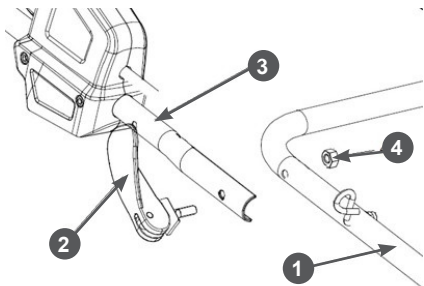

Рис. 5. Установка верхней части рукоятки
3. Установите верхнюю часть рабочей рукоятки 3 (Рис. 5). Совместите отверстия в верхней и нижней частях рабочей рукоятки, вставьте в отверстия эксцентриковые рычаги и закрутите гайки, не затягивая их. Зафиксируйте верхнюю часть рабочей рукоятки поворотом эксцентриковых рычагов.